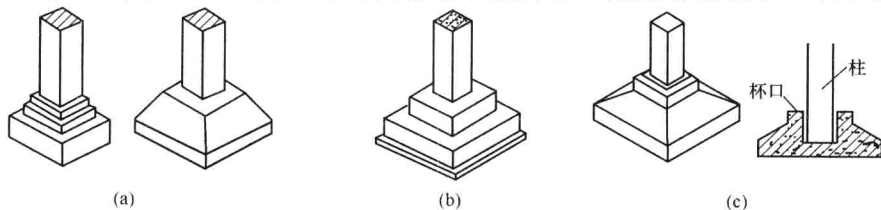
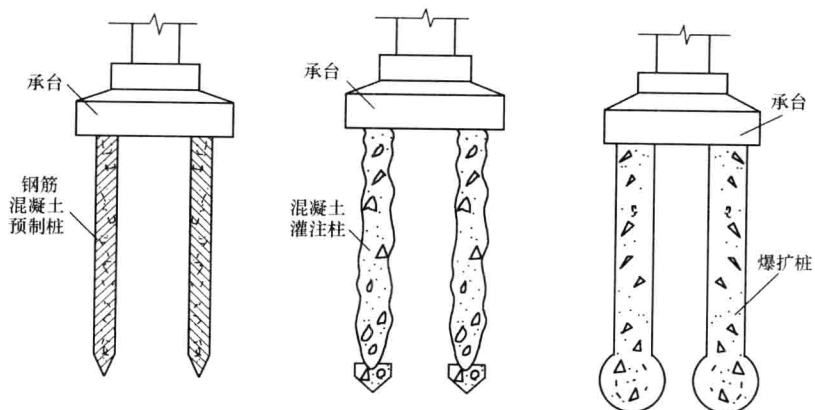

图 1-3 独立基础
图 1-6 桩基础
(2)按其构造特点，可分为独立基础、条形基础、整片基础、桩基础，如图 1-3～图 1-6 所示。